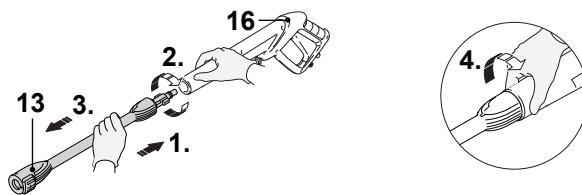

Fig. 9
1. Instale siempre la lanza extensible (13) cuando se sirva de la boquilla de chorro variable (19) (Fig. 9).